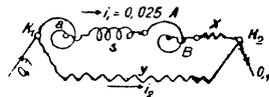

Fig. 21.
- der Widerstand  $x$  (Fig. 21) zwischen B und  $K_2$ , der noch zugeschaltet werden muß, um bei 0,1 [0,1] (0,1) V Spannungsvieweger, Aufgaben. 8. Aufl.